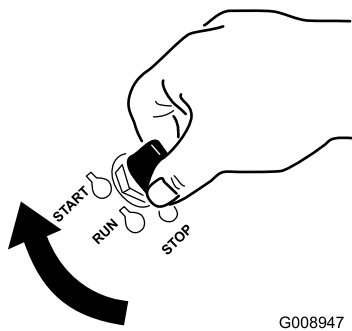

Figure 19
6. Tournez la clé de contact à la position de démarrage (Figure 19). Relâchez la clé quand le moteur démarre.